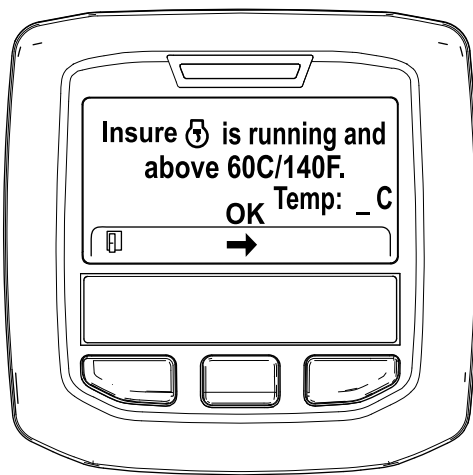

Figura 48
5. Se a temperatura do líquido de refrigeração for inferior a 60°C, surge a mensagem "Insure  is running and above 60°C/140°F" (Confirme que está a trabalhar e acima de 60°C/140°F) (Figura 48).